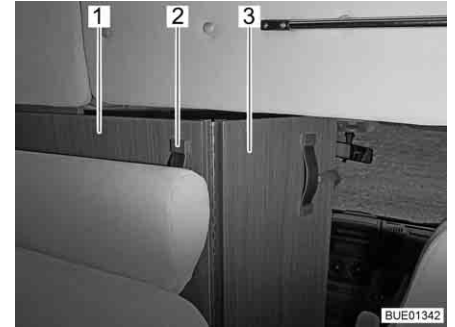

Fig. 57 Séparation pour la cabine de conduite
- Saisir le ruban-poignée (Fig. 57,2) de la séparation pour la cabine de conduite (Fig. 57,1) et la tirer vers l'intérieur jusqu'à ce que le bord de la séparation se trouve approximativement à hauteur du dossier de la banquette (Fig. 57).
- Déplier la partie rabattable de la séparation pour la cabine de conduite (Fig. 57,3) entre les sièges de la cabine de conduite.